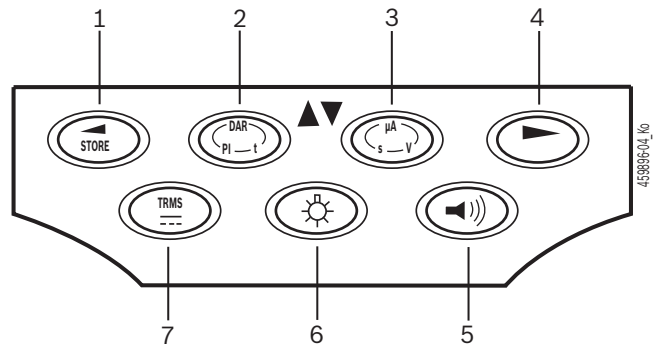

Fig. 3: Tasti funzione FSA 050
La retroilluminazione del display LCD può essere selezionata con l'FSA 050 inserito (fig. 3, pos. 6). La retroilluminazione si disinserisce in automatico dopo 20 secondi.
Il cicalino acustico (fig. 3, pos. 5) può essere inserito per la misurazione della continuità. Il simbolo viene visualizzato sullo schermo LCD (fig. 5, pos. 4).
Durante una comunicazione Bluetooth, dopo aver premuto il tasto di selezione ► (fig. 3, pos. 4) si apre **bc** per ca. un secondo sul display LCD (fig. 5, pos. 2).